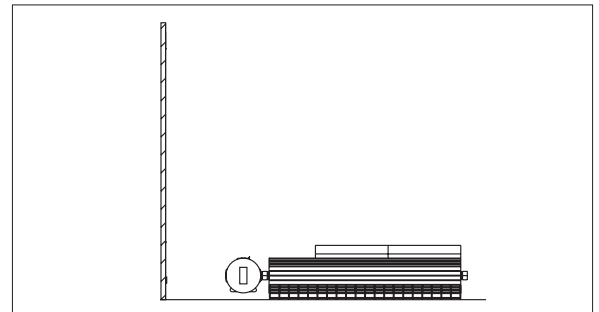

Figure 6 – Schéma de fixation au sol
Étape 1: Placer la partie avant du radiateur sur le sol en positionnant le caisson de borne vers le mur (Figure 6).